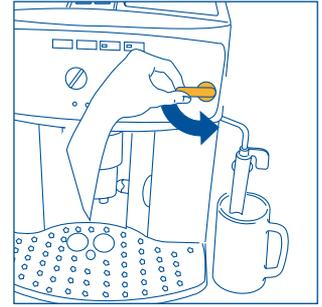
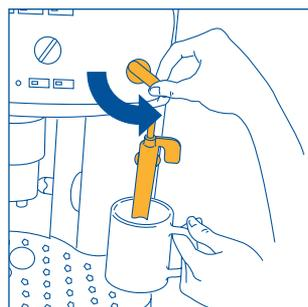
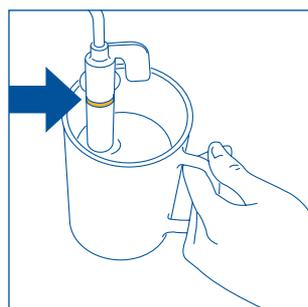

Fig.5
Fig.23
Fig.24
3. **IMEDIATAMENTE DEPOIS, NO ESPAÇO DE 30 SEGUNDOS NO MÁXIMO**, rode o botão do vapor para a esquerda, até ao limite máximo (fig. 5) (é normal que a máquina faça um pouco de barulho).
- Rode para a esquerda o botão do vapor até meio, até ao limite máximo (fig. 5): a água quente sairá através do emulsionador de cappuccinos e começará a encher o recipiente.
- **Logo depois, no espaço de dois minutos no máximo** (senão a máquina volta automaticamente à função de café), introduza o emulsionador de cappuccinos no recipiente que contém o leite (fig. 23), tendo o cuidado de não submergir a linha em relevo presente no próprio emulsionador de cappuccinos (indicado pela seta na fig. 24). Rode para a esquerda o botão do vapor até meio, até ao limite máximo (fig. 5). (Cuidado para não se queimar). Através do emulsionador de cappuccinos sai o vapor que confere um aspecto cremoso ao leite, aumentando o seu volume. Para obter uma espuma mais cremosa, introduza o emulsionador de cappuccinos no leite e faça rodar o recipiente com movimentos lentos, de baixo para cima. (Recomendamos que não ejecte vapor durante mais de 2 minutos de seguida).
- Deixe sair um pouco de água ou de vapor durante alguns segundos, rodando o botão do vapor para a esquerda, até ao limite máximo (fig. 5).